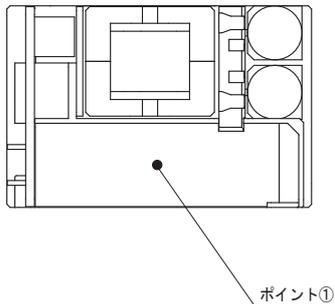

図6.1 TEPS10F/20Fの温度測定ポイント (トップビュー)
- 図6.1～6.3で示す温度測定ポイントの温度を、表6.1～6.4で示す温度以下となるようにお使いください。